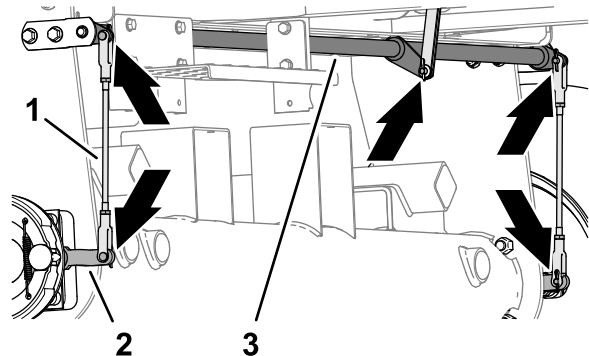

Figure 82
1. Vérifiez l'état et l'usure des tiges de frein gauche et droite (Figure 82).
2. Vérifiez l'état et l'usure de l'axe de pivot de frein (Figure 82).